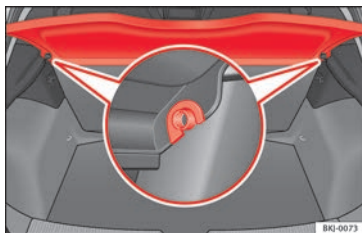

Fig. 141 Dans le coffre à bagages : dépose et repose de la plage arrière.
- Dégagez la plage arrière des supports latéraux » fig. 141 en la tirant vers le haut puis retirez-la.
- Introduisez la plage arrière horizontalement en faisant coïncider la « forme en U » sur l'axe des supports » fig. 141, et appuyez vers le bas jusqu'à ce qu'elle s'encastre.